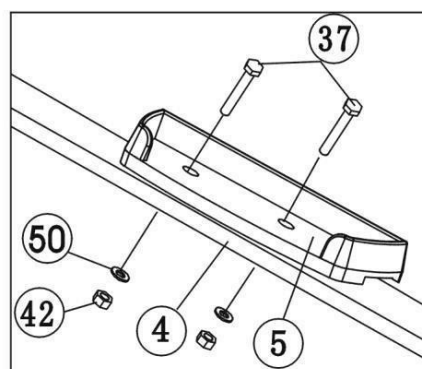

Figure 8
Befestigen Sie das linke Pedal (5) mit vier M8x50-Schrauben (37), $\Phi 8$ -Unterlegscheiben (50) und M8-Sicherungsmuttern (42) am linken Pedalstützrohr (4). Führen Sie die gleichen Schritte wie oben aus, um das rechte Pedal zu montieren (5) an das rechte Pedalstützrohr (4). (Siehe Abbildung 8)